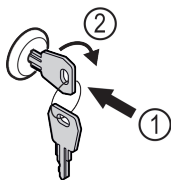

Fig. 131 Représentation à titre d'exemple
- Insérer la clé Fig. 131 (1).
- Tourner la clé à 90° dans le sens horaire Fig. 131 (2).